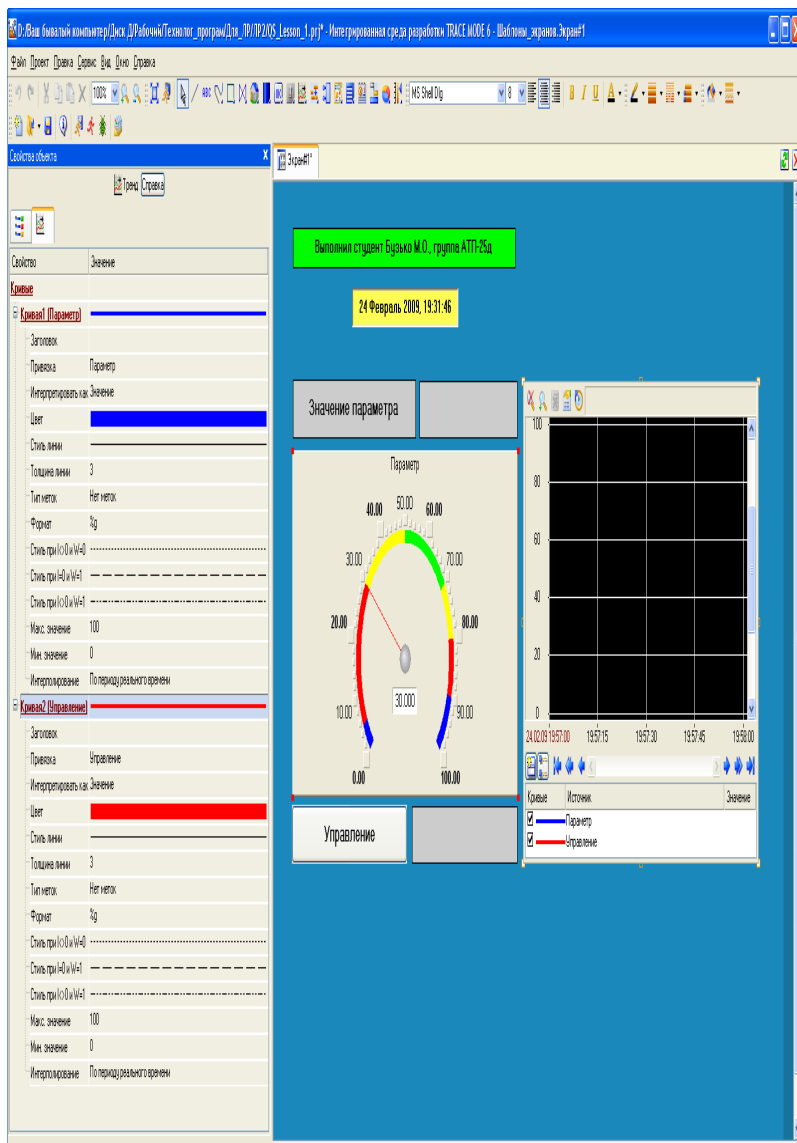

Рис. 10
4.5.3. Перейти у вкладку  і, виділити ЛК рядок **Криві**, за допомогою ПК створити дві нових кривих. Набудувати для них прив'язки до існуючих аргументів, товщину і колір ліній (рис. 10).